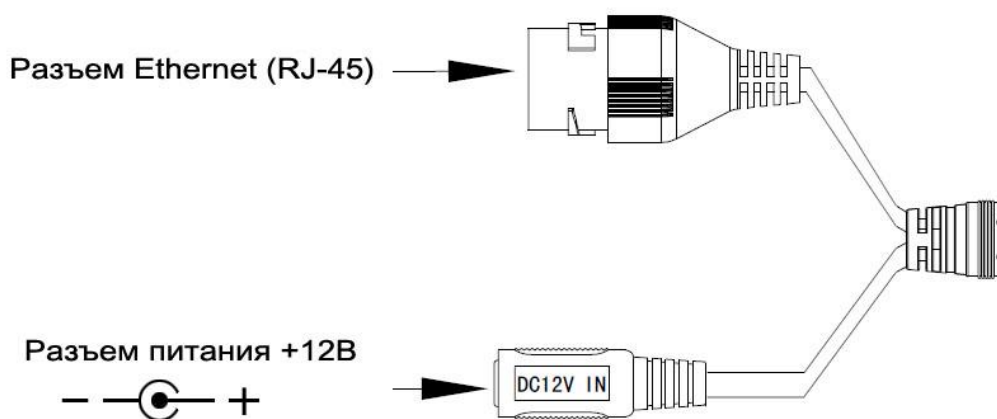

Рисунок 7.2
7.5 Снимите корпус с устройства и подключите соединительные провода (разъемы) в соответствии со схемой внешних подключений (рис.7.2) и соблюдением полярности. Неверное соединение может привести к повреждению и/или неправильному функционированию оборудования.